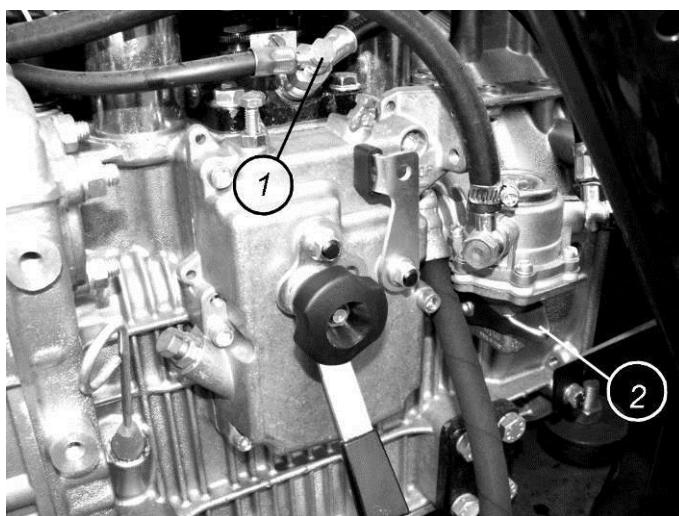

Рис. 6.3.6
1. Открутить на несколько оборотов винт 1 топливного насоса 2 (рис. 6.3.6).